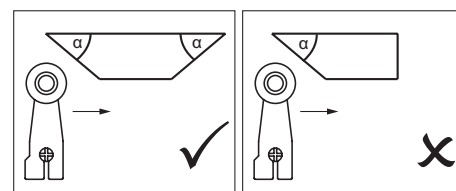

Fig. 1 : Forme de came
▶ Pour éviter le rebondissement de l'élément d'actionnement, le profil de la came en sortie doit être progressif (voir Fig. 1).